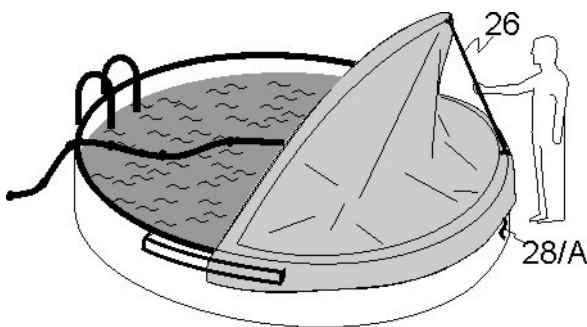

Abb. 7.2
Den oben liegenden Bogen mit dem Aufstell-Hilfs-Stab (26) hochheben und diesen zwischen den beiden Bögen einsetzen. (Abb. 7.2)